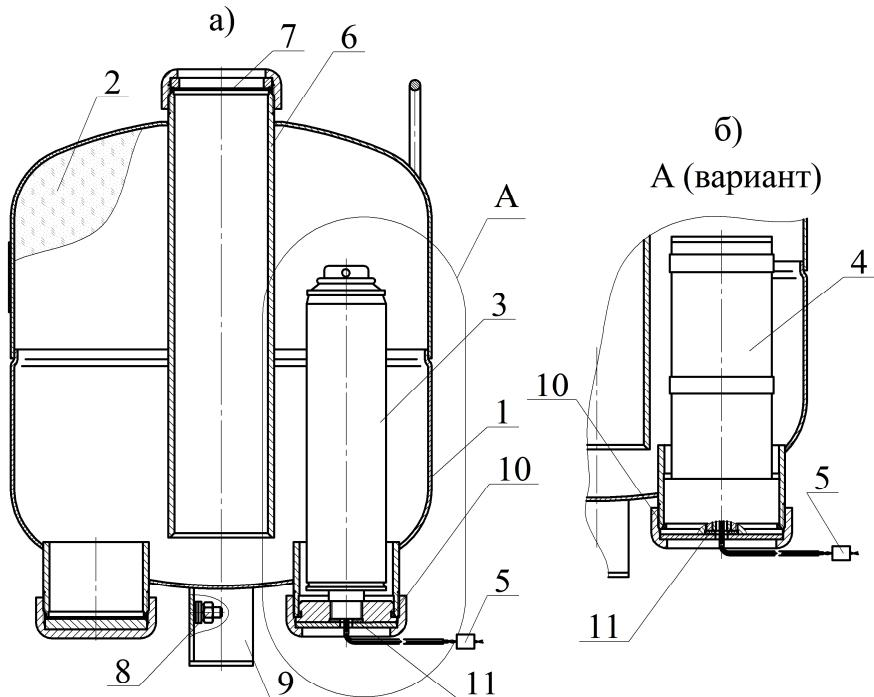

Рисунок 1
4.1.1 МПП (см. рисунок 1) состоит из корпуса **1**, в котором размещаются огнетушащий порошок (ОП) **2** и источник холодного газа (ИХГ) **3** или **4** с элементом электропусковым **5**. ИХГ **3** предназначен для МПП(Н)-10 и МПП(Н-Т)-10, ИХГ **4** - для МПП(Н-Т1)-10. В верхней части корпуса находится насадок-распылитель **6**, который также выполняет функцию сифонной трубы при выпуске ОП из корпуса. Выходное отверстие насадка-распылителя перекрыто мембранный **7**. Модуль имеет заземляющий за jaki **8**.
7.3 Комплект поставки для перезарядки МПП(Н)-10, МПП(Н-Т)-10 (см. рисунок 1):
7.4 Комплект поставки для перезарядки МПП(Н-Т1)-10 (см. рисунок 1):